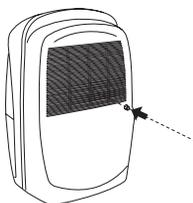

Abb. 3
- 1) Die Innenseite des Anschlussstutzens mit einer Bohrspitze von 7 mm Durchmesser anbohren, oder das vorgeschrittene Stück eventuell mit einem Schraubenzieher oder einem ähnlichen Werkzeug entfernen. (Abb.3).